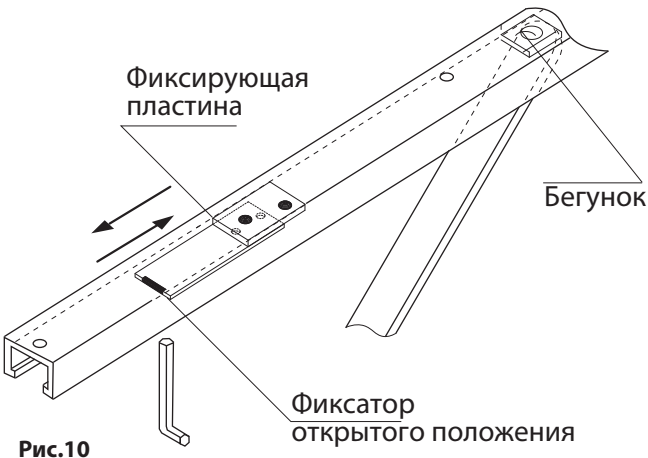

Рис.10
3. Откройте дверь на выбранный угол фиксации, переместите фиксатор открытого положения до упора в бегунок, в данном положении двери (Рис.10) и затяните Винты 1,2.